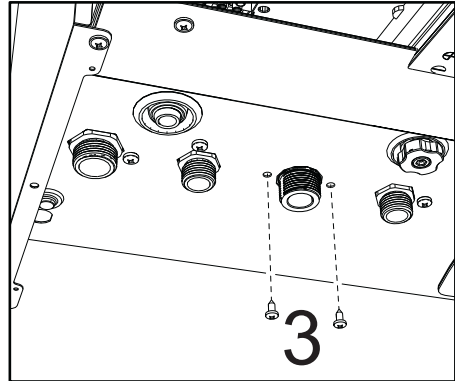

fig. 44
- Deșurubați șuruburile „3” (fig. 44)